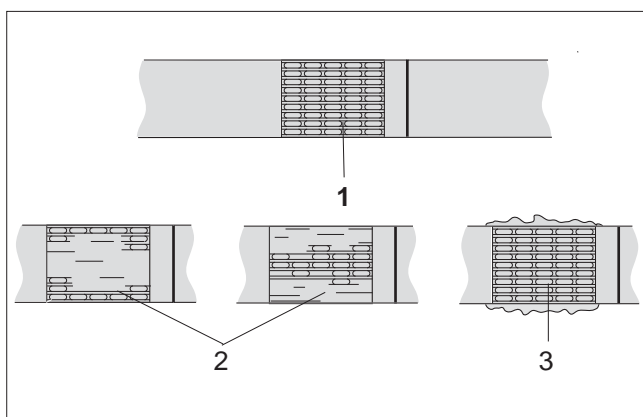

Fig. 9
- Verschluss (siehe Fig. 9) regelmässig auf sein Aussehen überprüfen.